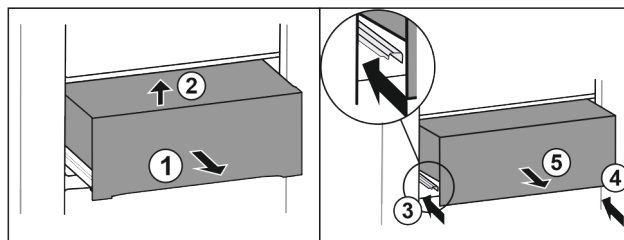

Fig. 42
- ▶ 将抽屉拉出一半。 Fig. 42 (1)
- ▶ 抬起抽屉前部。 Fig. 42 (2)
- ▶ 推入左侧轨道。 Fig. 42 (3)
- ▶ 推入右侧轨道。 Fig. 42 (4)
- ▶ 朝前取出抽屉。 Fig. 42 (5)